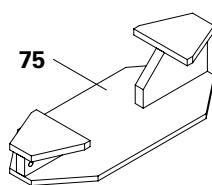

Fig. A9.05
Le verrou de fondation (75) s'utilise pour coffrer des fondations individuelles selon le principe des hélices. (Fig. A9.05)